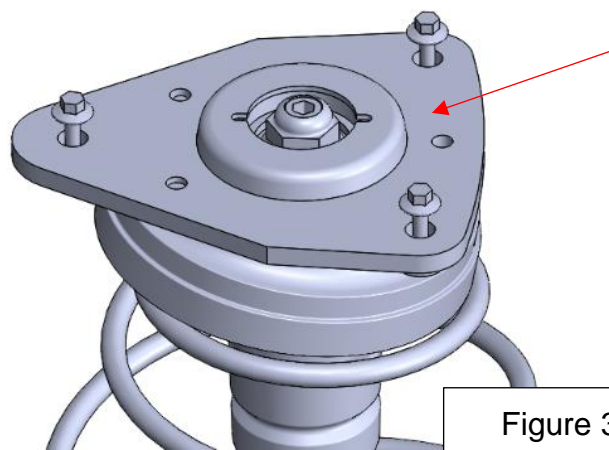

Figure 3
**Q25) Sur le DR 8/9, repérer** en couleur sur la figure 3 la surface en contact entre le support d'amortisseur supérieur (2) et le châssis. 1 point